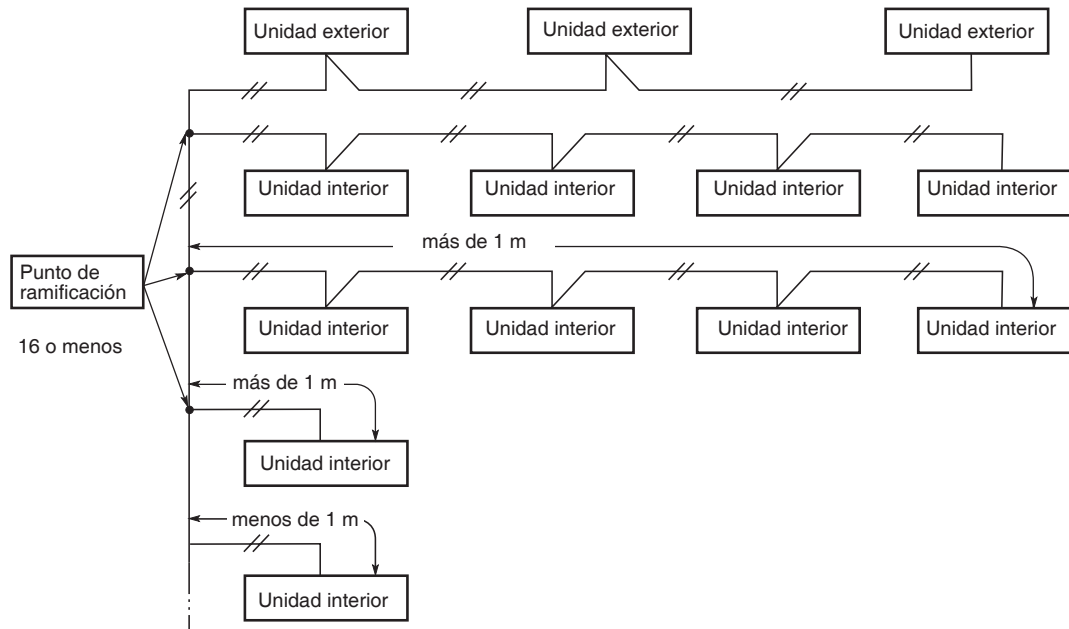

Fig. 4-5
(4) Si se ramifica el cableado de control entre las unidades, el número de puntos de ramificación debe ser 16 o menos. (Las ramificaciones que son menores de 1 m no se incluyen en el número de ramificaciones total.) (Fig. 4-5)